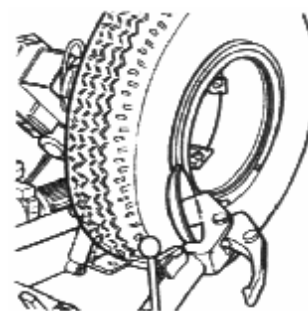

Рисунок. 21
15.5. Замокное кольцо поставить на край шины, с помощью тарельчатого диска, установить кольцо (рисунок 21)